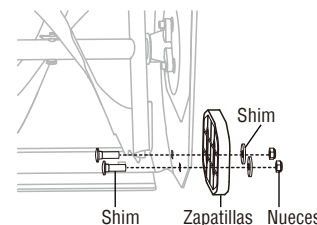

Fig.15A
1. Afloje y retire las tuercas, las juntas y la zapata del patín de los pernos (Fig.15A).